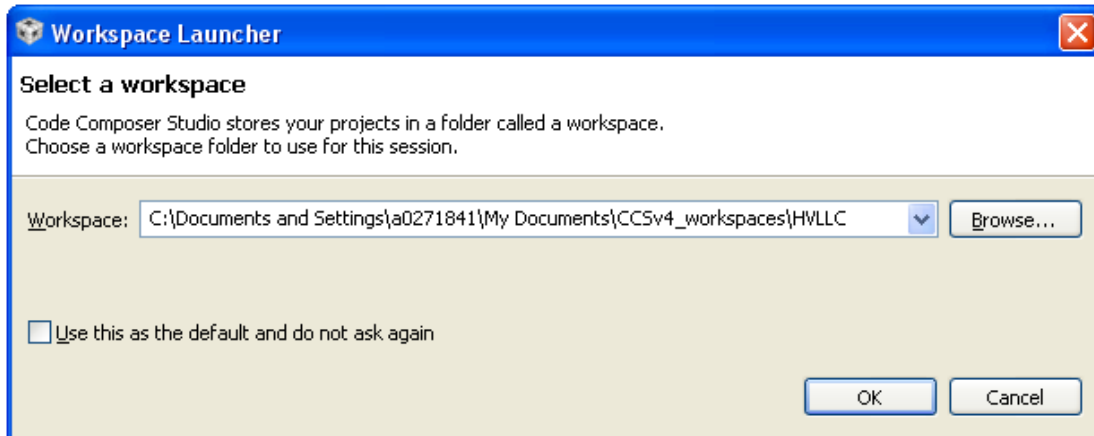

图 4. 工作区启动器
2. 一旦 Code Composer Studio 打开，将出现工作区启动器 (workspace launcher) 要求您选择一个工作区位置，（请注意，工作区是硬盘驱动器上的一个位置，在这里保存了用户针对 IDE 的所有设置。例如，打开哪个项目、选择什么配置、它们的保存位置等）。这可以是磁盘上的任一位置，图 4 中提到的位置仅供参考。还要注意的，如果这不是您第一次运行 Code Composer，那么将不会出现这个对话框。